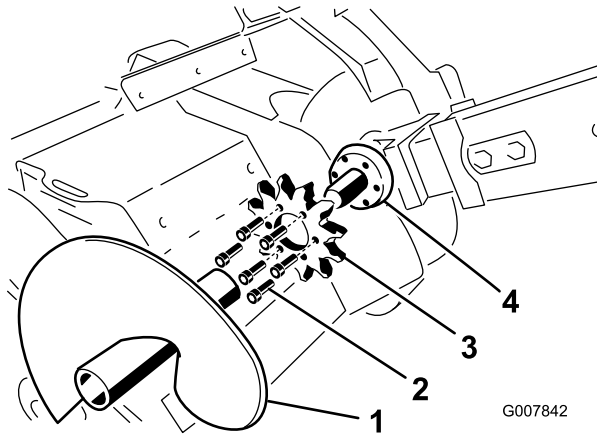

Figure 60
- Déposez la vis sans fin de déblayage (Figure 60).
- Vissez à la main les six boulons dans le pignon (Figure 60).
- Enlevez les six boulons de fixation du pignon d'entraînement (Figure 60).
- Déposez le pignon d'entraînement et mettez-le au rebut (Figure 60).
- Nettoyez la surface de montage du pignon sur la trancheuse (Figure 60).
- Glissez le nouveau pignon d'entraînement sur l'arbre (Figure 60).